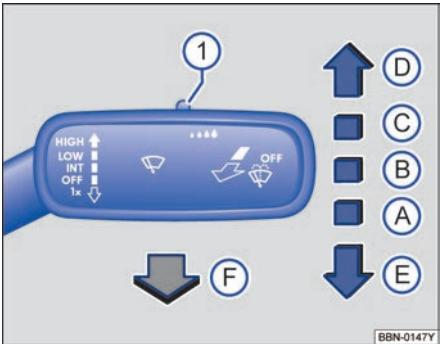

图 72 操作车窗玻璃刮水器。
- (A) 车窗玻璃刮水器已关闭。
- (B) 对车窗玻璃进行间歇刮水。
- (C) 慢速刮水。
- (D) 快速刮水。
- (E) 点动刮水 - 短促刮水。
- (F) 拉住操作杆时用于清洁车窗玻璃的刮水和自动清洗功能。
① 使用开关⇒图 72 ① 使用合适的间歇档位（关闭雨量传感器时）调节刮水片的速度。